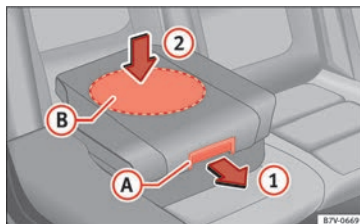

Fig. 96 Asiento integrado para niños: bajar el cojín.
- Tire del cojín hacia delante por la palanca de desbloqueo » fig. 96 A en la dirección de la flecha 1.
Al bajar el asiento integrado para niños, presione sólo sobre el centro del cojín » fig. 96 2. De lo contrario, el cojín se podría torcer y no encastrar correctamente.